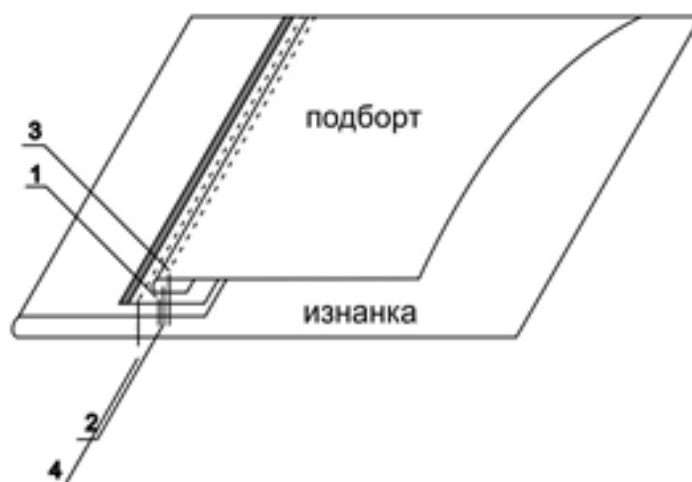

Рисунок 3
9. Заметать правую часть переда параллельно линии сгиба, попадая в шов притачивания подборта к молнии. Прострочить закрепляющую отделочную строчку в шов наметки. Приутюжить. Рисунок 3.